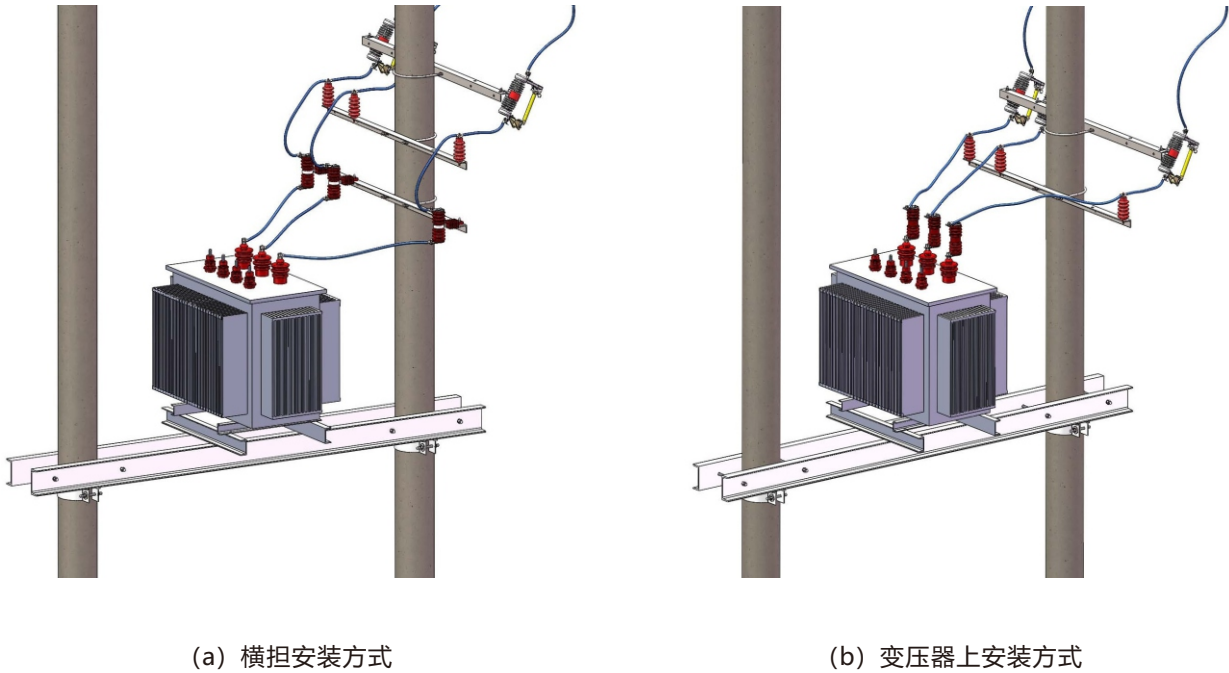

图6 阻波器安装示意图
6.1 有两种安装方式可供用户选择，见图6 (a) 和 (b)。